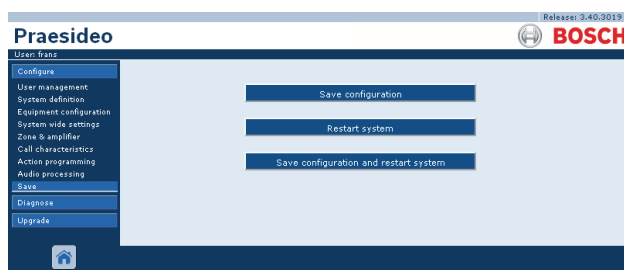

figura 41.5: Ventana Save
- Cuando no se encuentran problemas y la configuración se hace en línea, se muestran tres botones para que el usuario pueda *Save the configuration*, *Restart the system* o *Save the configuration and restart the system*. Véase figura 41.5. Cuando se guarda el archivo de configuración en el controlador de red, la configuración no se activará hasta que se reinicie el controlador de red. Si la configuración nueva debe ser guardada y activada, haga clic en el botón *Save the configuration and restart the system*.